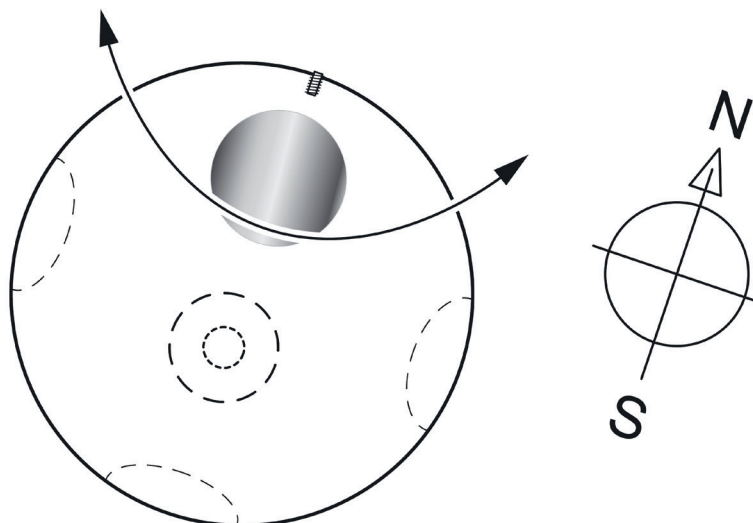

Bild 9: Wetterstation ausrichten
- Sensorkopf nach Himmelsrichtung oder – je nach den detaillierten Verhältnissen vor Ort – nach Fassadenausrichtung ausrichten (Bild 9).